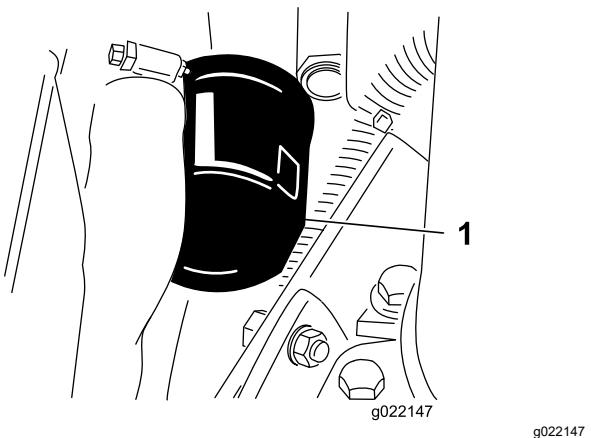

Figure 57
- Déposez le filtre à huile (Figure 57).